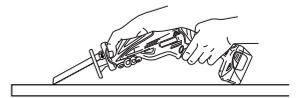
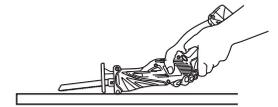
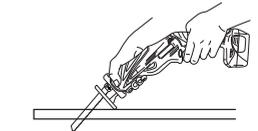
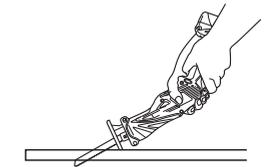

图 28
图 29
图 30
图 31
使用本电动往复锯,可在木合板和薄板材料上进行插入切锯。如图 29、图 31、和图 33 所示,颠倒安装刀刃,可相当轻松地进行袋形切锯。请尽量使用短而薄的刀刃。为此,建议使用第 16 页的表 3 中列出的 BI-METAL 刀刃号码 107 号。在切锯作业中请务必小心操作并遵守以下步骤。
- (1) 请将底座的下部(或上部)压在切锯材料上,使刀刃前端脱离切锯材料并扣扳机。(图 28, 图 29)
- (2) 慢慢抬起把手并用刀刃一点一点地切入。(图 30, 图 31)